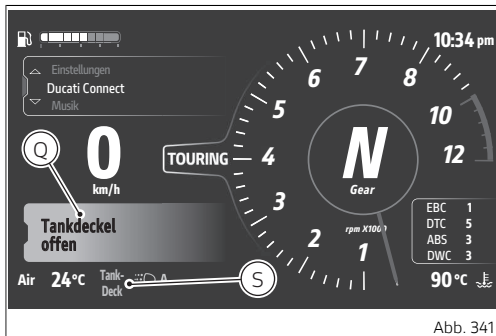
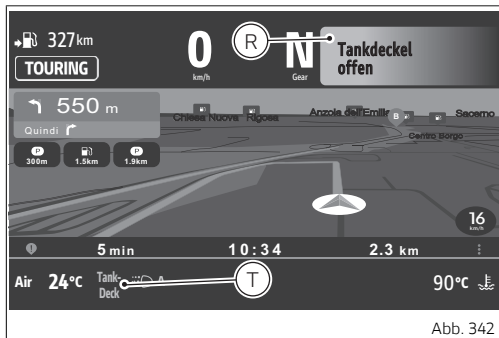

Abb. 341
Abb. 342
- auf das Aktivieren wird es in den ersten 5 Sekunden im Großformat (Q der Hauptanzeige, Abb. 341 S.336)(R der Bildschirmseite Ducati Connect, Abb. 342 S.337) eingeblendet;
- daraufhin im Kleinformat (S der Hauptanzeige, Abb. 341 S.336)(T der Bildschirmseite Ducati Connect, Abb. 342 S.337).